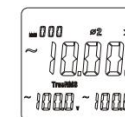

Figura 7-4
- Așa cum se arată în Figura 7-4, apăsați tasta pentru a măsura puterea totală trifazată. Puterea curentă măsurată pentru locația celei de-a doua faze va fi, de asemenea, calculată și salvată.